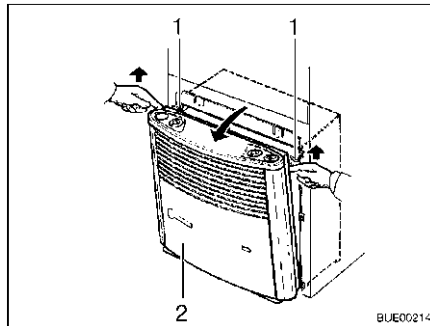

Bild 109 Heizungsverkleidung abnehmen
- Heizungsverkleidung (Bild 109,2) abnehmen. Dazu die Verkleidung oben nach vorn ziehen, Haltefedern (Bild 109,1) seitlich nach oben drücken und Verkleidung nach vorn klappen.